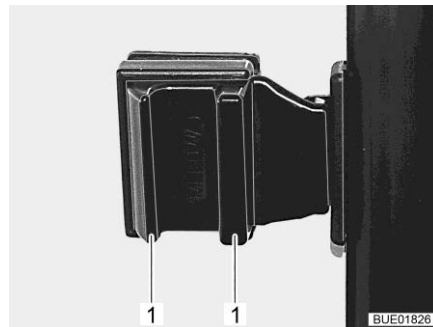

Fig. 100 Fenêtre coulissante avec verrouillage poussoir
- Presser les poignées (Fig. 100,1) et les maintenir pressées.